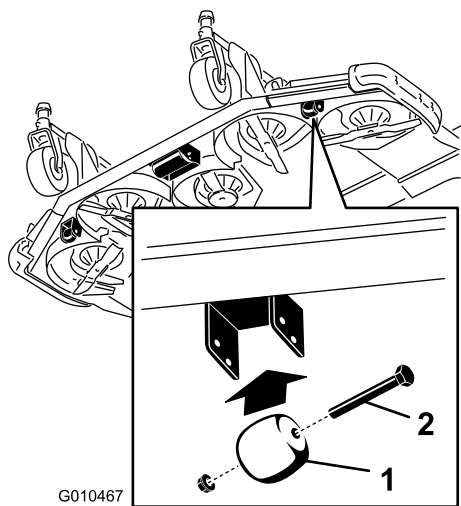

Figura 31
1. Retire el tornillo y la tuerca que fijan el eje del rodillo al soporte de la carcasa (Figura 31).
1. Retire el perno y la tuerca que fijan la rueda niveladora a los soportes de la unidad de corte (Figura 31).